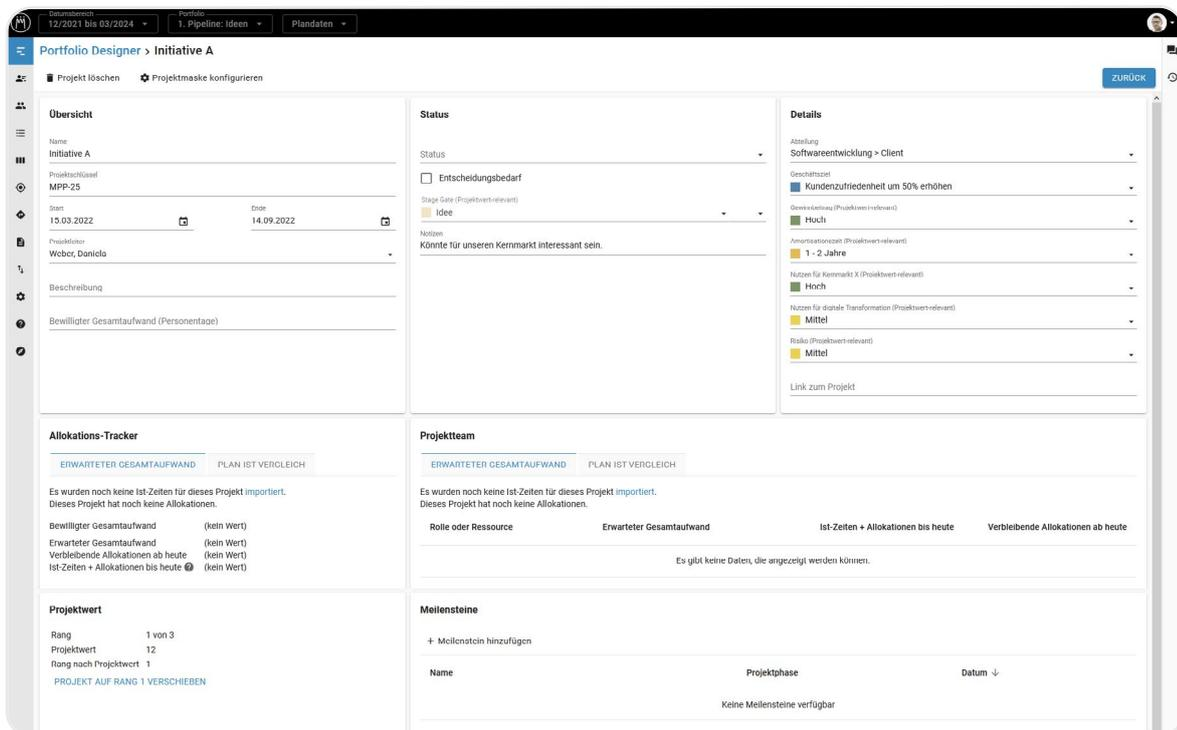

Abbildung 6: Im Proposal Coaching werden neue Projektinitiativen spezifiziert.
Schritt 4: Wenn die Details in ausreichender Qualität definiert wurden, wird die Initiative unter die **Ausschlussgrenze** gezogen. Das Projekt in Meisterplan sollte nun aussehen wie in Abbildung 6.